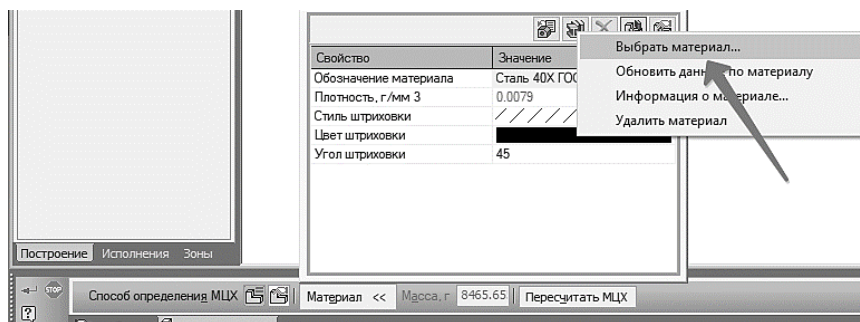

Рис. 5. Выбор материала
1.1.8 Из появившегося меню вызовите команду **Выбрать материал...** (рис. 5).